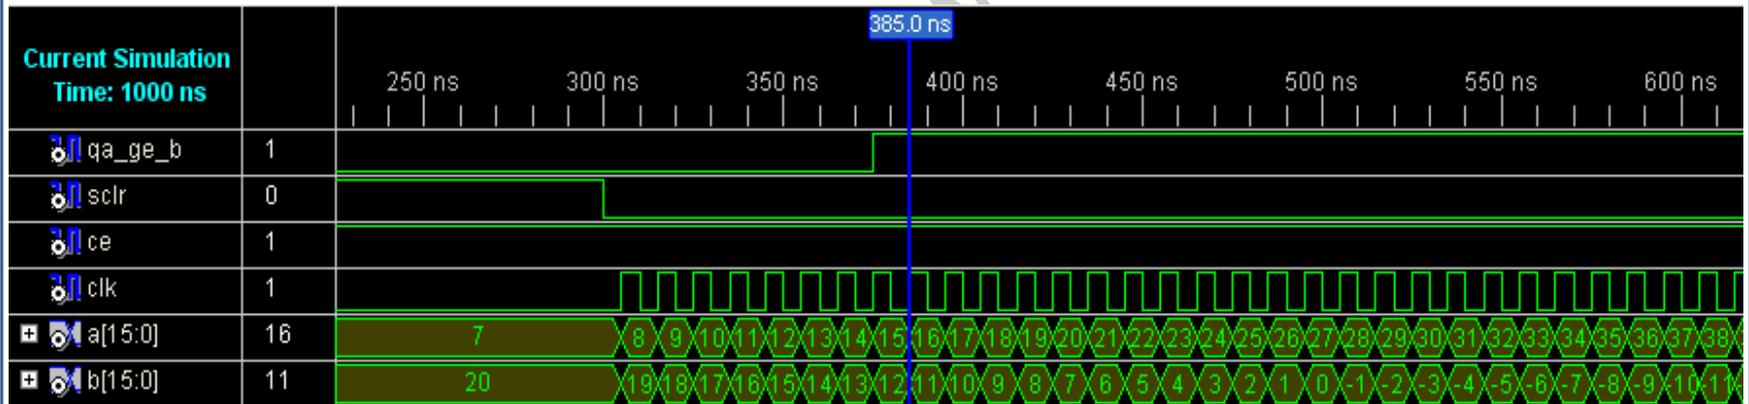

图22 比较器IP核的仿真结果示意图
- 在ISE Simulator中运行上述程序，可以得到图22所示的仿真结果。当sclr为高时，同步清空有效，不管输入如何，比较器输出信号qa\_ge\_b为0；当sclr为底且ce信号为高时，当a的值大于b时，qa\_ge\_b为高，否则为0。可以看出，比较器IP核正常工作，完成了 $A \geq B$ 的逻辑判断功能。